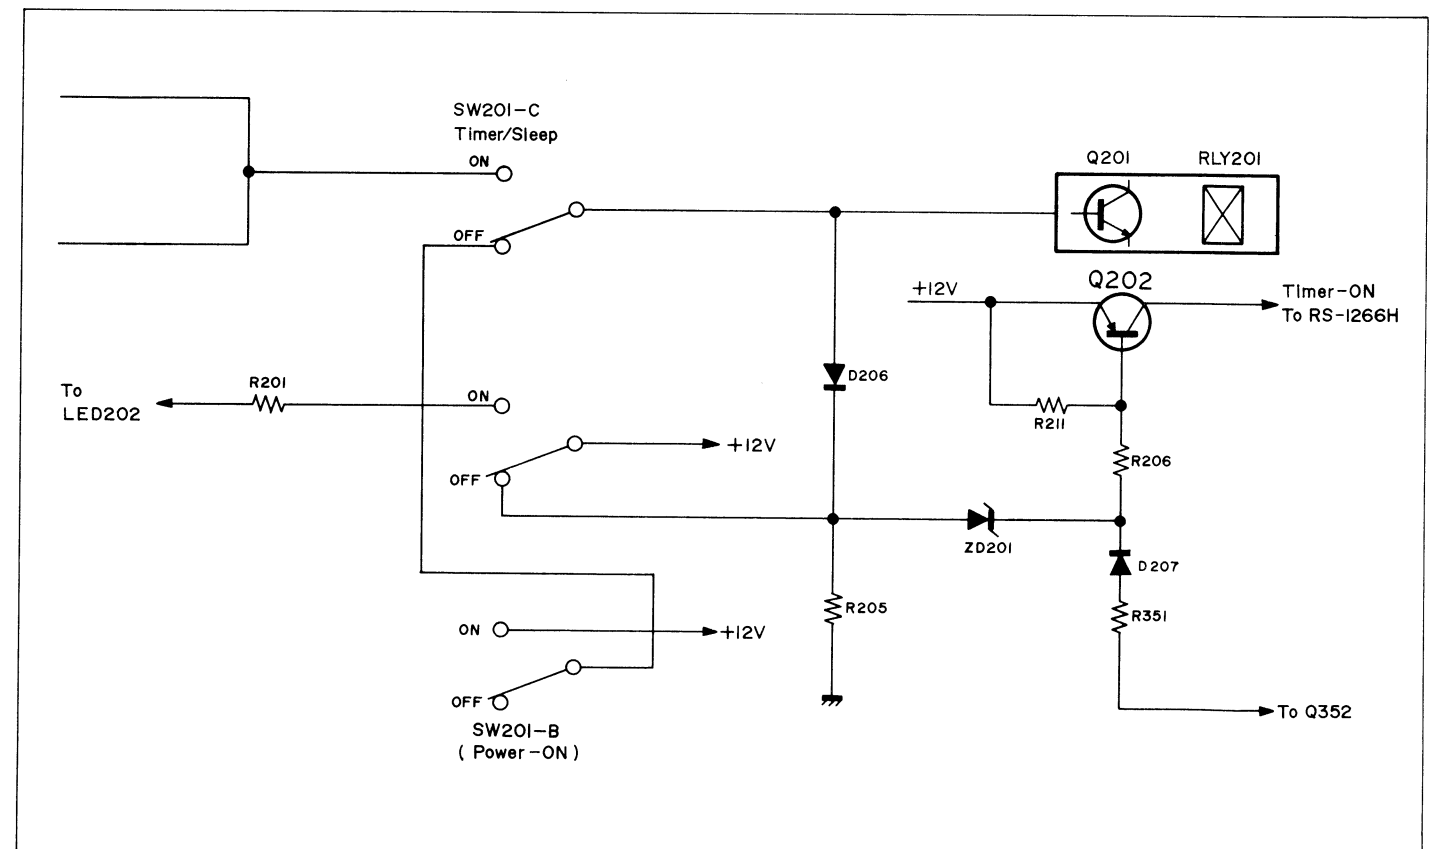

Abbildung 6-2
6. Vom Netzschalter und Timer/Schlaf-Schalter gesteuerte Uhrenteil. (Siehe Abbildung 6-2)